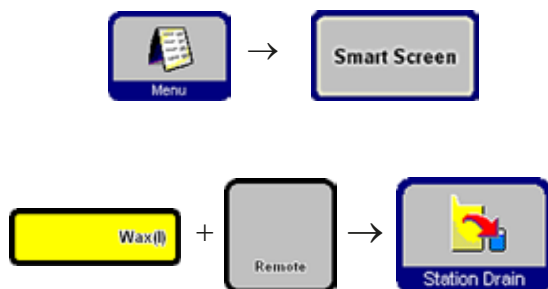

Fig. 56
- Seleccionar la estación de parafina que quiera vaciar y el contenedor externo de recogida (Remote), Fig. 56).